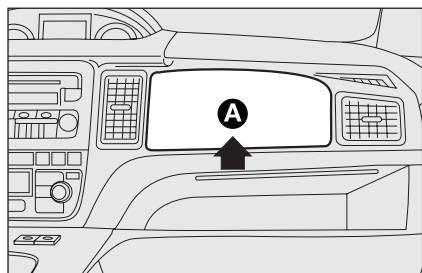

fig. 18
## AIR BAG FRONTALE LATO PASSEGGERO fig. 18
*Non applicare adesivi od altri oggetti sul volante, nella zona A-fig. 18 air bag lato passeggero o sul rivestimento laterale lato tetto. Non porre oggetti sulla plancia lato passeggero (ad es. telefoni cellulari) perché potrebbero interferire con la corretta apertura dell'air bag passeggero ed, inoltre, causare gravi lesioni agli occupanti della vettura.*